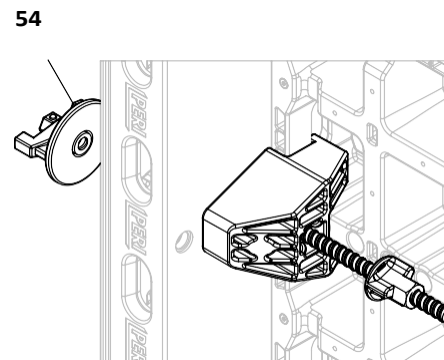

Fig. B5.15b
4. Вкарайте стоманения щифт (23.4) на Ъгловия съединител DUO в съответния отвор (10.1) на многофункционалния елемент. (Fig. B5.15b)
5. Прекарайте Ъгловия анкер DUO (23.2) през Ъгловия съединител DUO (23.1) и елемента. (Fig. B5.15b)